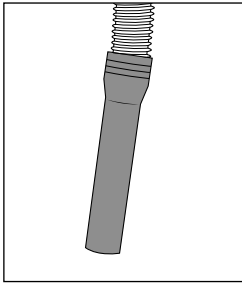

Bild 9
- ◆ Använd sugslangen ⑬ för att suga upp grövre smuts och skräp (se bild 9).